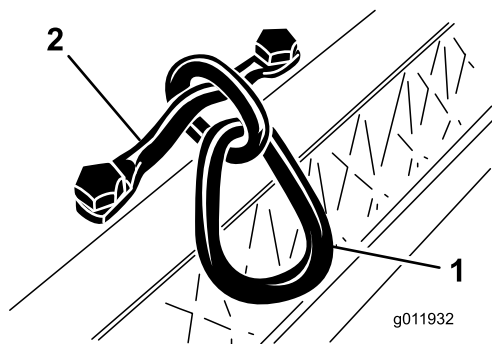

Figura 7
2. Serrate le viti a testa cilindrica a un valore compreso tra 34 e 40 N·m (Figura 7).